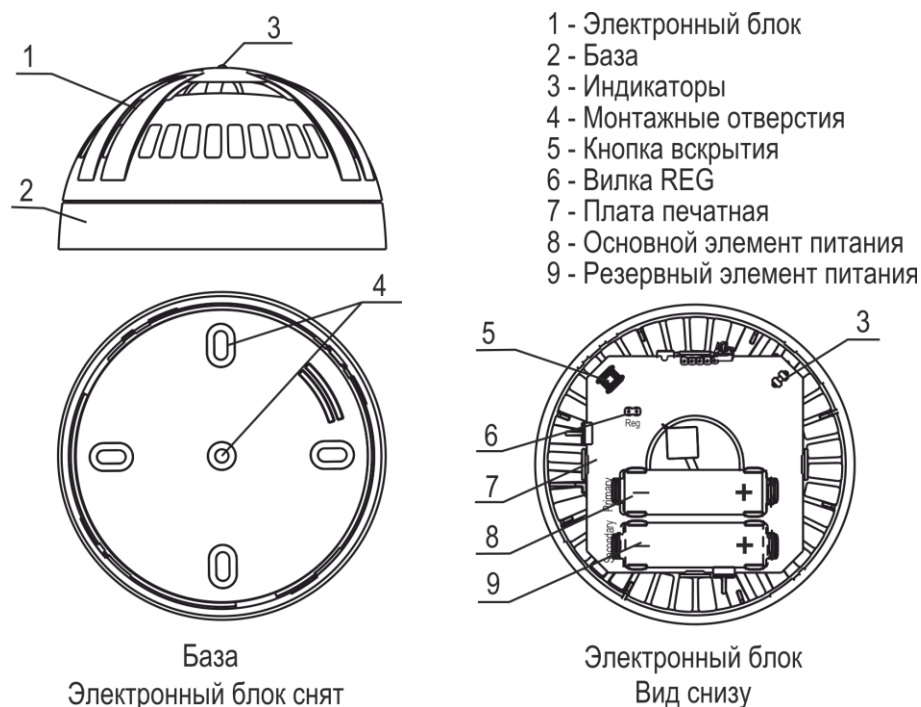

Рисунок 5.15
5.4.7.2 ИПТ извещатель состоит из съемного электронного блока и базы (рисунок 5.15).